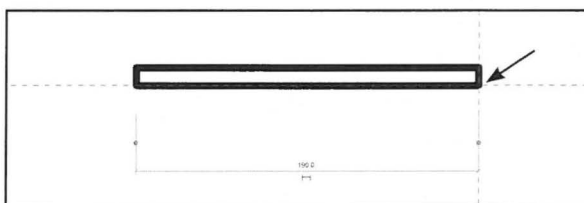

Fig. 14.15. Optegn fugen på venstre side at indsættelse punktet, på den øvre del. Tegn fugen 190 mm bred og 10 mm høj.
- Tegn fugen i skæringen af de to stiplede linier, på venstre side. Og tegn fugen 190 mm bred og 10 mm høj (Fig. 14.15) på oversiden af den vandrette stiplede linie.